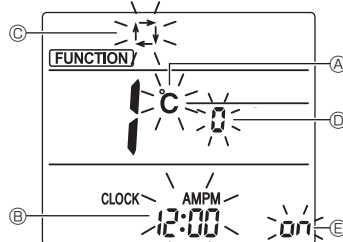

Fig. 6-10
| Element                | Einstellung   | Fig. 6-10 |
- Vergewissern Sie sich, dass Funktion Nr. "1" angezeigt wird und drücken Sie die [SET]-Taste ③. Der Anzeige-Einstellungsbildschirm erscheint. (Fig. 6-10)